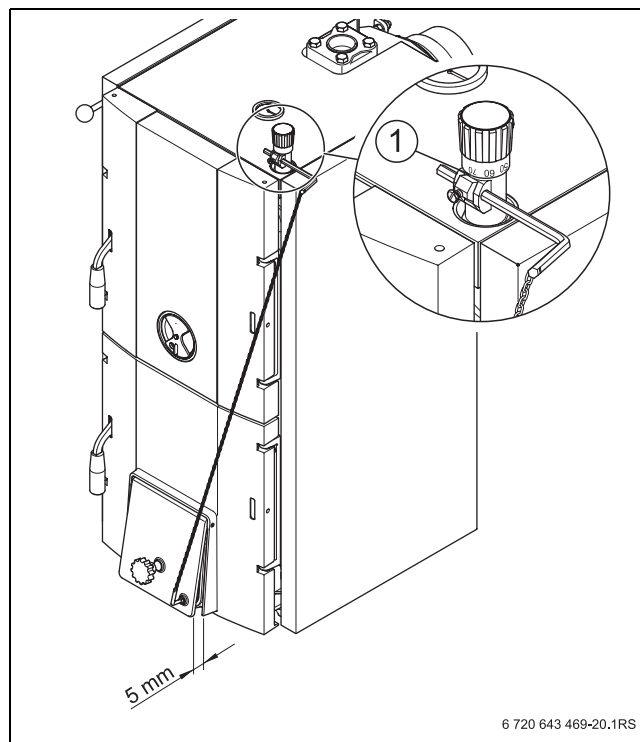

Рис. 4 Настройка регулятора горения
- Регулировка производится по красной шкале регулятора горения. Установите регулятор горения на красную метку (85 °C) (→ рис. 4).